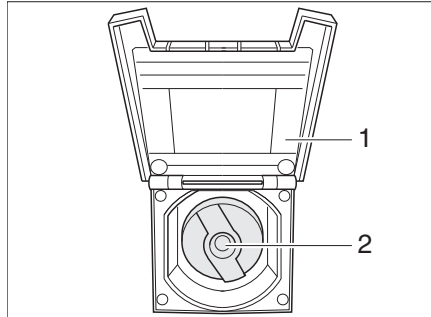

Bild 283 Lock för påfyllningsöppningen för dricksvatten
- Öppna luckan (Bild 283,1) på påfyllningsöppningen för dricksvatten.
- Stick in nyckeln i låscylindern (Bild 283,2) och vrid ett kvarts varv moturs.
- Öppna påfyllningsöppningen för dricksvatten (Bild 283).